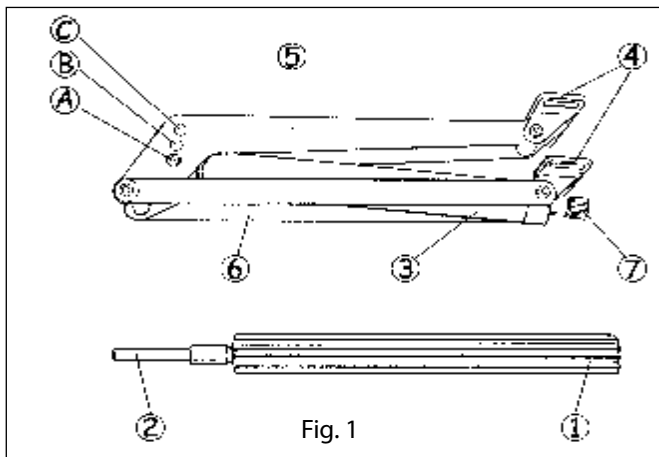

Fig. 1
## KOMPONENT LISTE: (jf. fig. 1)
- pos. A = 48 cm og 15 kg se fig. 1
- pos. B = 40 cm og 22 kg se fig. 1
- pos. C = 30 cm og 30 kg se fig. 1